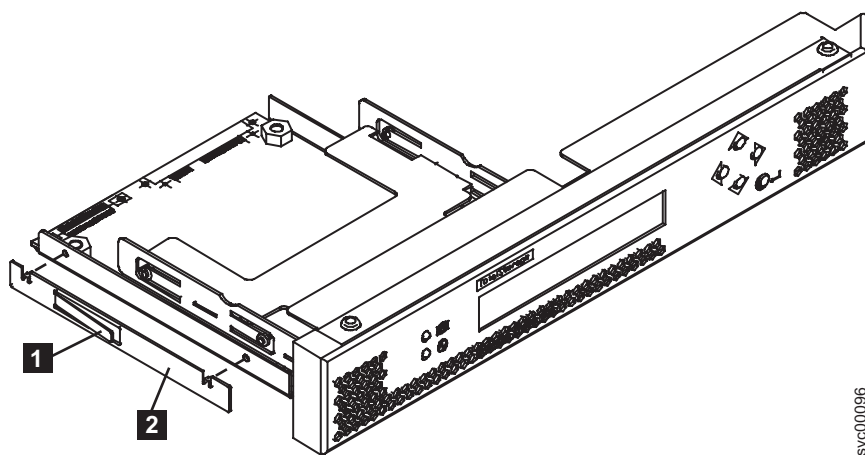

図 86. SAN ボリューム・コントローラー 2145-8F2 または SAN ボリューム・コントローラー 2145-8F4 のサービス・コントローラー
1. 保持クリップ (図 86 の **2**) をサービス・コントローラーの左側にある位置決め穴の上に配置します。